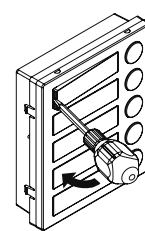

Fig. 8
- Fare leva con il cacciavite come mostrato in **Fig. 8** per rimuovere il porta-cartellino (fare attenzione a non ammaccare la placca);